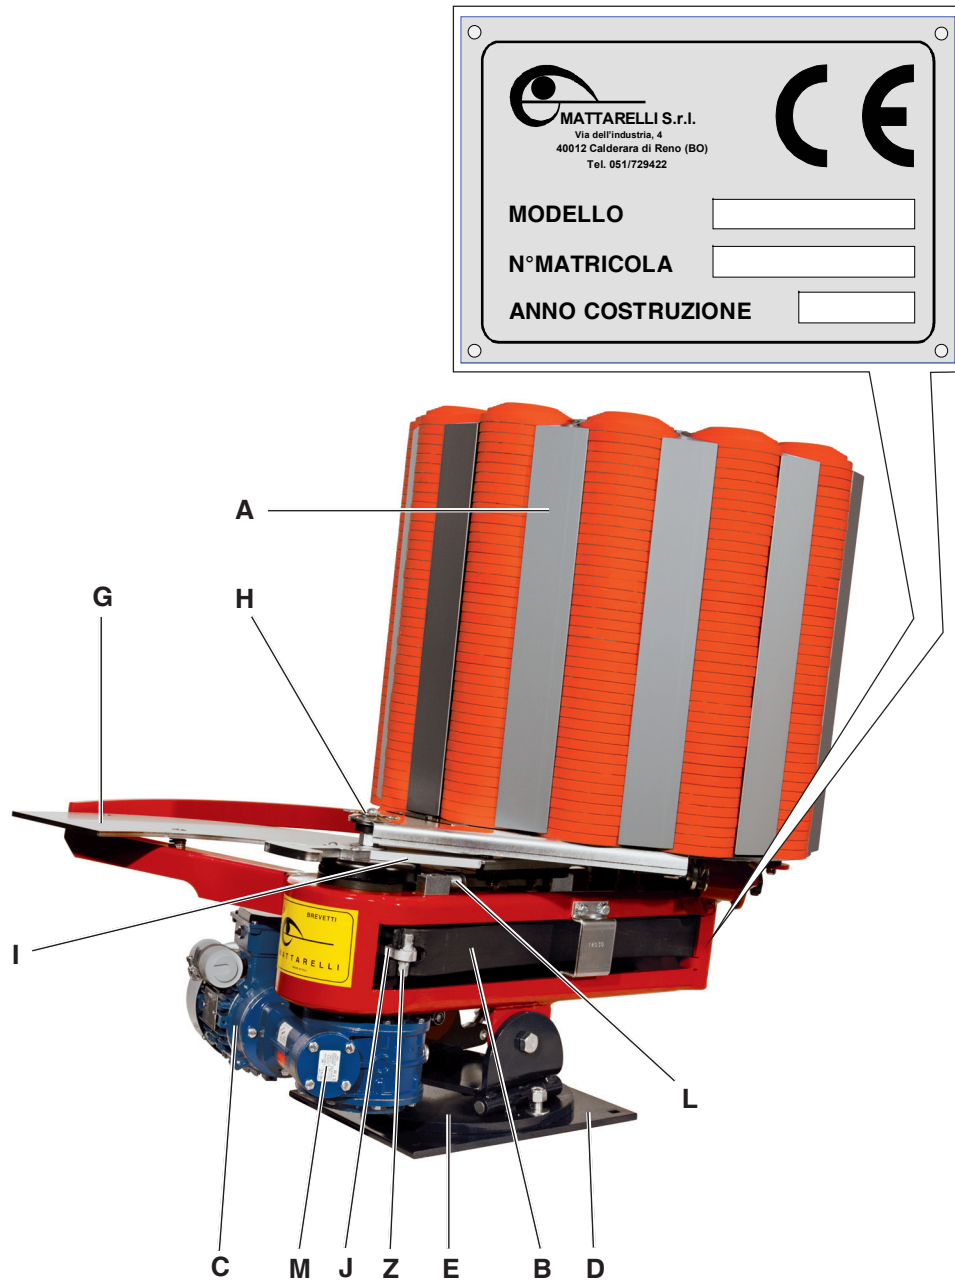

Fig. 1
STRUTTURA FISSA (fig. 1)
- Cesto porta piattelli, suddiviso in 12 settori tramite dei profilati in alluminio, dove vanno alloggiati i piattelli l'uno sull'altro (A)
- Base di sostegno (fig.1 D-E) e corpo macchina (B)
SISTEMA DI LANCIO DEI PIATTELLI (fig.1)
PARTI ELETTRICHE (fig. 1, fig. 2)
PARTI MECCANICHE (fig. 1)